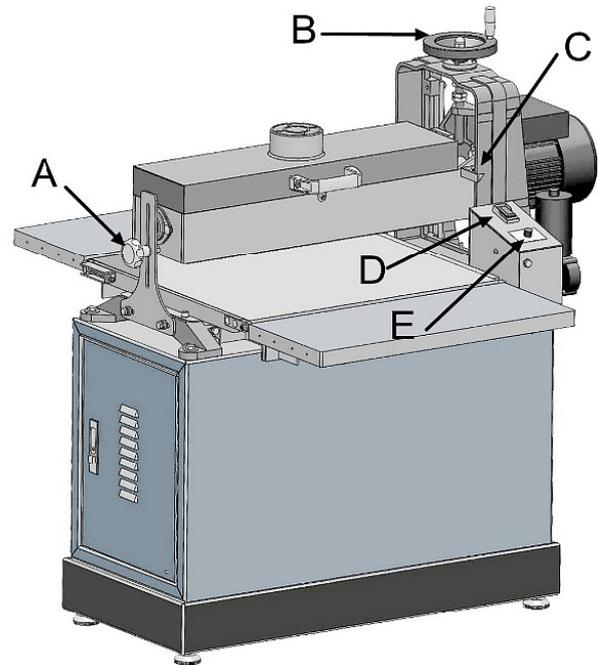

Abb. 14: Arbeitsablauf
- Schritt 4: Spanabnahme mit Handrad (B, Abb.14) einstellen.
- Schritt 5: Maschine starten (D, Abb.14).
- Schritt 6: Vorschub (E, Abb.14) starten und Vorschubgeschwindigkeit wählen.